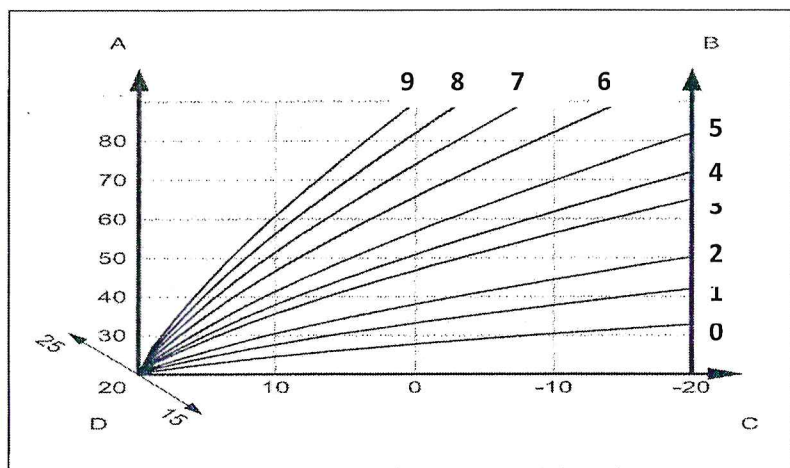

Рисунок 10
3) В приборе есть возможность самостоятельно устанавливать температуру С наружного воздуха ( см. рис.10).
17.1 График зависимости (рис.10) имеет 10 кривых (от 0 до 9) и отражает соотношение между температурой наружного воздуха и расчетной температурой в отопительной системе.